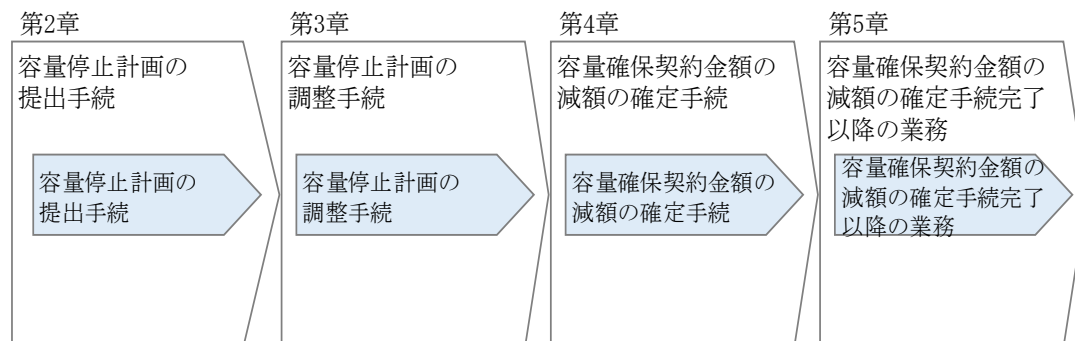

図 1-3 本業務マニュアルの構成（第1章除く）
1.1 本業務マニュアルの構成 図 1-3 第 2 章容量停止計画の提出手続 図 2-1 第 3 章容量停止計画の調整手続 図 3-1 第 4 章容量確保契約金額の減額の確定手続 図 4-1	第 5 章 容量確保契約金額の減額の確定手続完了以降の業務の追加に伴い図を修正
本業務マニュアルにおける章の構成は以下の通りです（図 1-3 参照）。